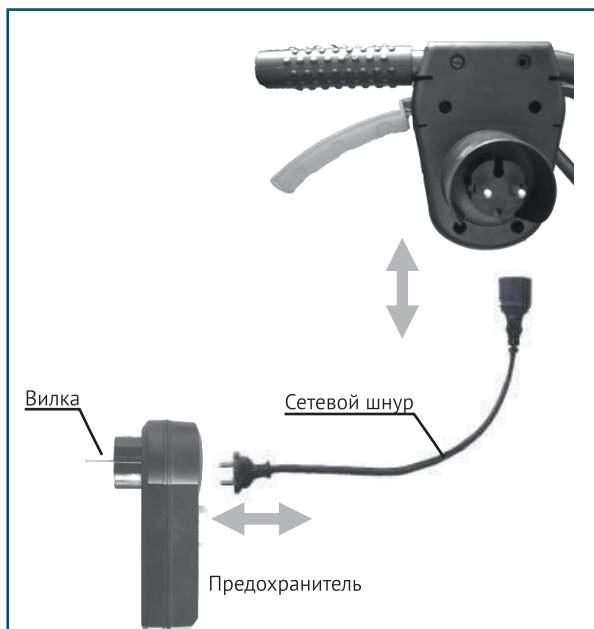

Рис.7
- См Рис.7 для подключения предохранителя, культиватора и кабеля.